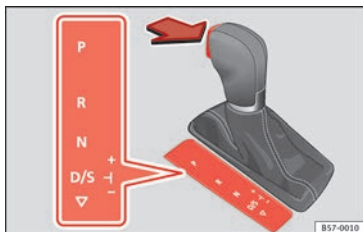

Fig. 180 Bloqueo de la palanca selectora.
- Pise el pedal de freno y, a la vez, mantenga pulsada la tecla de bloqueo en el sentido que indica la flecha » **fig. 180**.